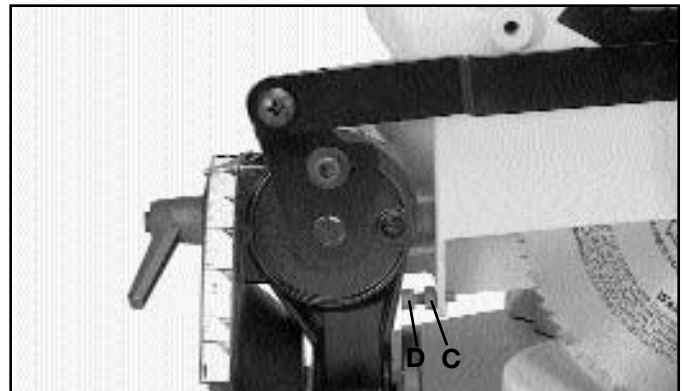

Fig. 18
2. Afloje la tuerca de cierre (C) Fig. 18 y vire la perilla de ajuste (D) a la derecha o a la izquierda.
4. Apriete la tuerca de cierre (C) Fig. 18 luego de haber realizado el ajuste.